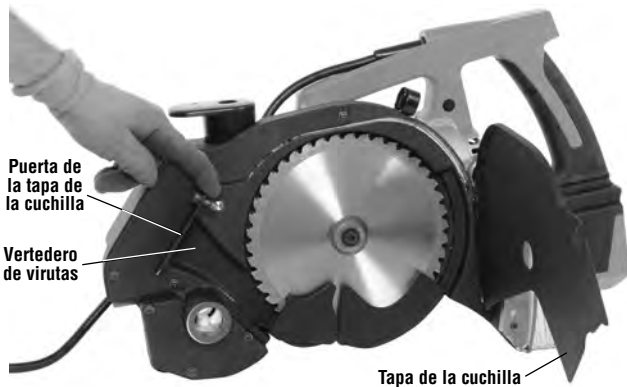

Figura 18 – Vertedero de virutas y cavidad de la cuchilla
3. Abra la tapa de la cuchilla de la sierra. *Vea la Figura 18.*
4. Quite las virutas de la hoja de la cuchilla e inspeccione la cuchilla. Asegure que el vertedero de virutas y la cavidad que lo rodea estén limpios. *Vea la Figura 18.* Cuidado: las virutas podrían estar calientes. Para reducir el riesgo de incendio, no permita que las virutas calientes entren en contacto con materiales combustibles.